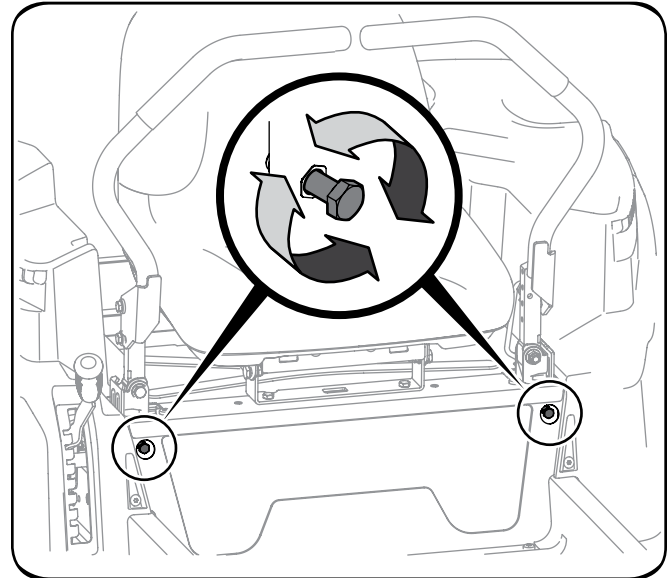

Figura 35
2. Ubique los pernos del ajuste de detención de las palancas de control de la transmisión que están en el frente del marco del asiento. Vea la Figura 35.
- Tire del lado derecho de la correa hacia atrás y coloque el lado V angosto de la correa en la polea de la PTO. Vea la Figura 35.
- Mientras sostiene la correa y la polea juntas, rote la polea hacia la izquierda (Vea la Figura 35). Siga sosteniendo y rotando la polea y la correa hasta que la correa se enrolle totalmente en la polea de la PTO.